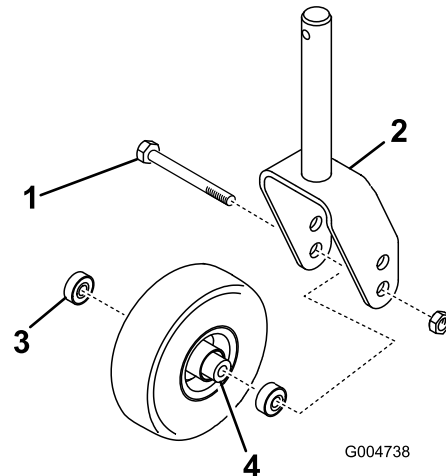

Bild 141
1. Entfernen Sie die Sicherungsmutter von der Schraube, mit der das Laufrad zwischen der Laufradgabel oder am Laufradgelenkarm (Bild 141) befestigt ist.
2. Halten Sie das Laufrad fest und schieben die Schraube aus der Gabel oder vom Gelenkarm ab (Bild 141).
3. Entfernen Sie das Lager aus der Radnabe und lassen das Lagerdistanzstück herausfallen (Bild 141).
4. Entfernen Sie das Lager aus der gegenüberliegenden Seite der Radnabe (Bild 141).